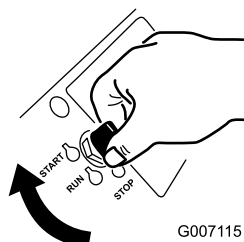

Figura 21
4. Gire la llave de contacto a la posición de Arranque (Figura 21). Cuando el motor arranque, suelte la llave.